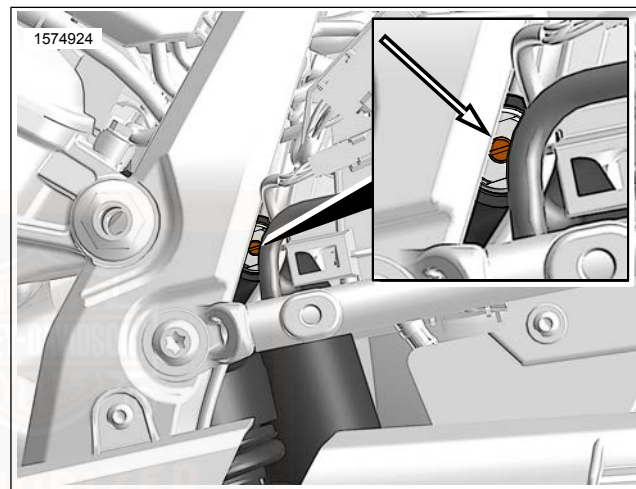

Abbildung 20. Kompressionseinsteller
2. Siehe Abbildung 20. Mit einem Schlitzschraubendreher den Druckstufeneinsteller im Uhrzeigersinn in Richtung H (hart) bis zum Anschlag drehen. Das ist die maximale Druckstufendämpfungseinstellung.